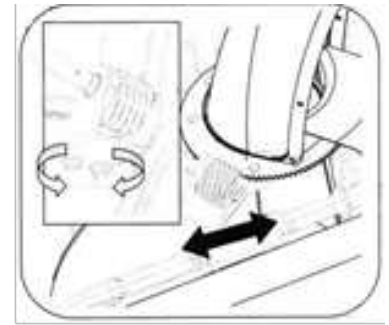

Figure 32
2. Resserrer les écrous. Voir la figure 32.